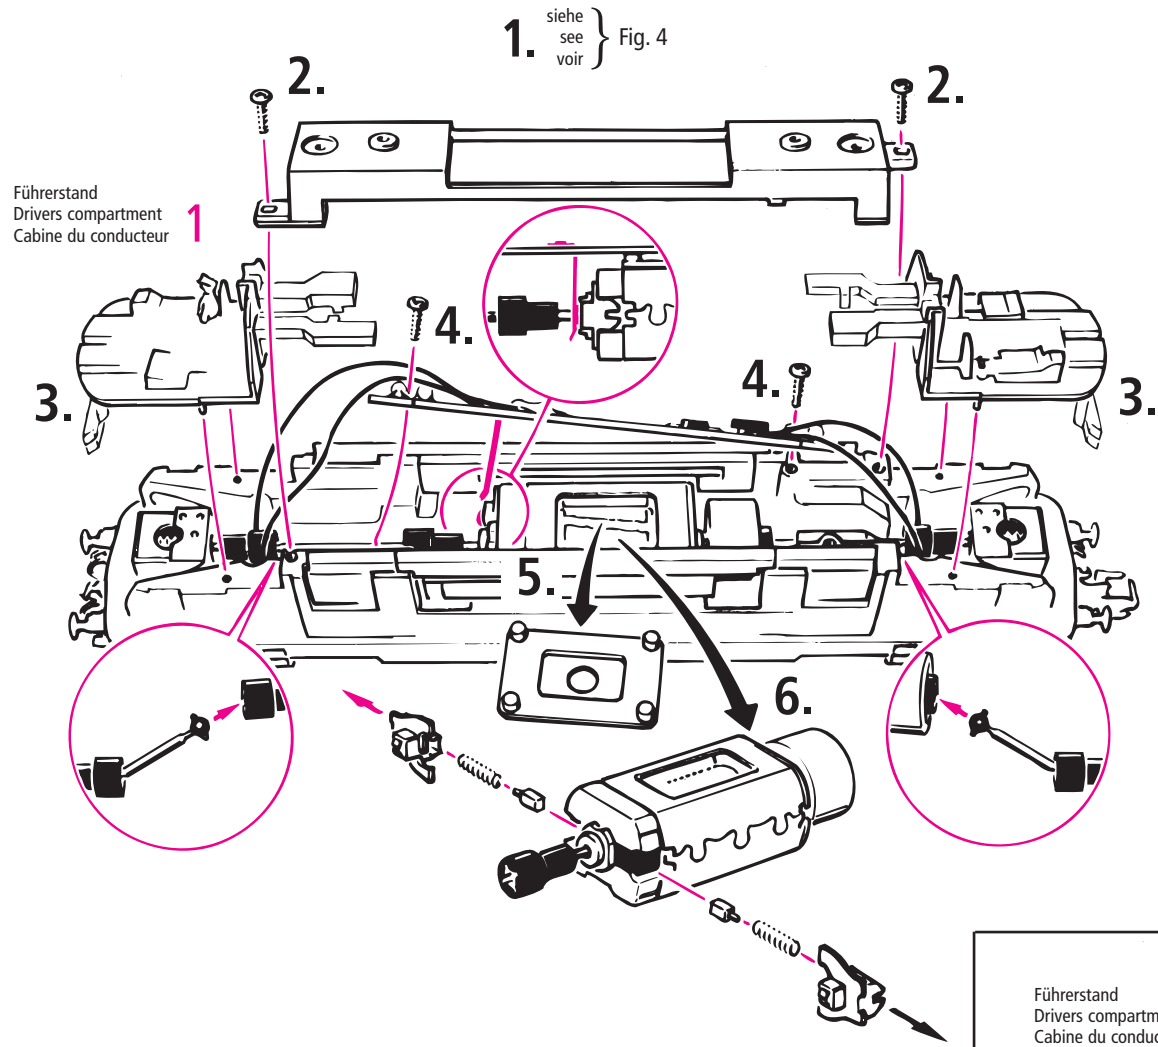

Fig. 11
Version en courant alternatif: voir fig 11 + (I - XII)
A. C. operation: see fig. 11 + (I - XII).